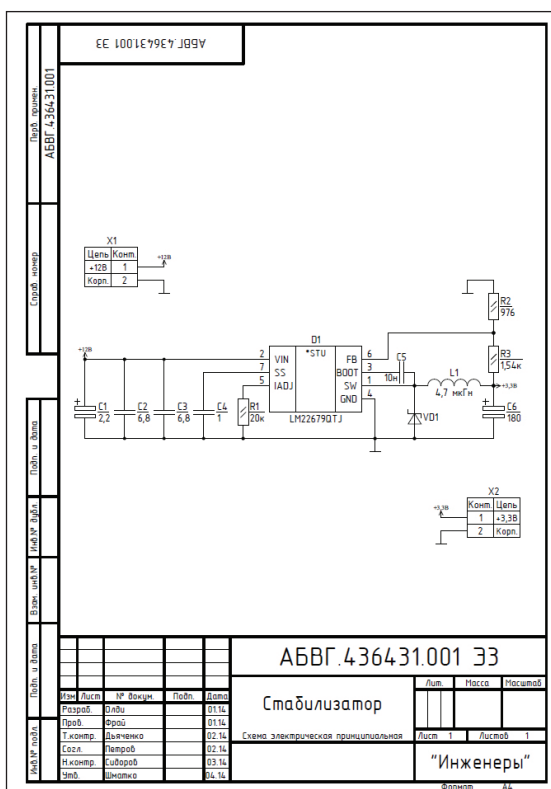

Рис. 25. Пример схемы после вывода в PDF
- Теперь можно выводить результат. Для этого щелчком левой клавишей мыши на интерактивной строке *Generate Content*. AD сформирует выходную документацию и откроет нашу схему уже в формате PDF (рис. 25).
Сравните схему на рис. 25 со схемой на рис. 17. Во-первых, они отличаются цветами. Контейнер вывел схему черно-белой потому, что на третьем шаге мы задали режим вывода изображения *Mono*. А во-вторых, если присмотреться к схеме на рис. 17, то можно заметить на ней директивы AD, которые отсутствуют в схеме на рис. 25. Подобные директивы не предусмотрены ЕСКД. Поэтому мы и отключили их вывод на первом шаге, при настройке заданий.